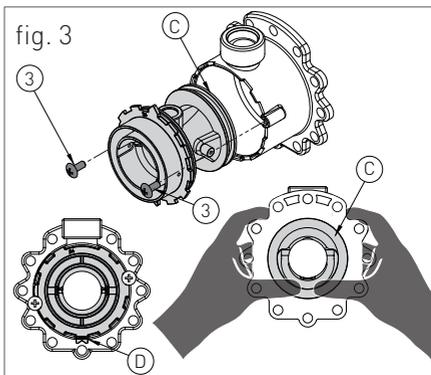

fig. 3
- > svitare le due viti '3' (fig.3) e fare pressione sul lato posteriore del corpo venturi 'C' (fig.3);
- > sostituire il corpo venturi con quello adatto al tipo di gas di rete (Per 24 kW cod. 30-00231 per metano / cod. 30-00170 per GPL/ cod. 30-00162 per aria propanata) (Per 28 kW cod. 30-00232 per metano / cod. 30-00169 per GPL/ cod. 30-00167 per aria propanata) (Per 34 kW cod. 30-00207 per metano / cod. 30-00201 per GPL/ cod. 30-00199 per aria propanata) e assicurarsi che l'orientamento del dente 'D' (fig.3) sia verso il basso sulla ghiera in alluminio (vedi fig.3);